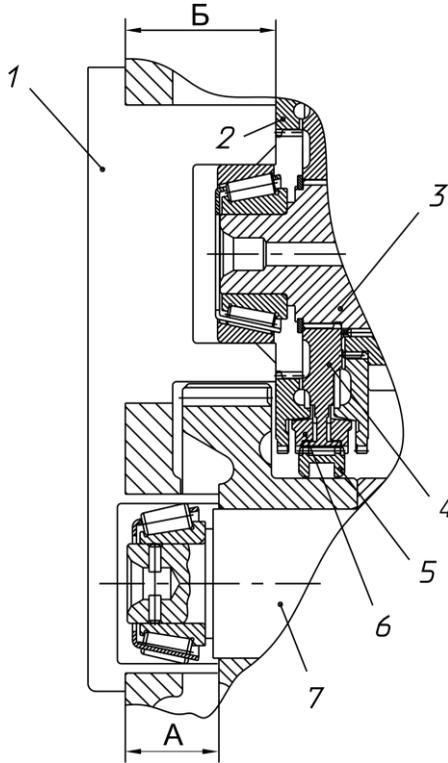

Рисунок 15 – Установка промежуточного и вторичного валов в сборе:
2. Завести в картер КП промежуточный и вторичный валы в сборе и зафиксировать их взаимное положение друг относительно друга с помощью технологического приспособления (рисунок 15) таким образом, чтобы обеспечивался монтажный размер А (от переднего торца картера КП до переднего торца ступицы шестерни привода промежуточного вала), равный $48 \pm 0,025$ мм, и монтажный размер В (от переднего торца картера КП до переднего торца зубчатого кольца 2), равный $76,6 \pm 0,025$ мм. При этом зубчатое кольцо 2 должно быть плотно прижато к кольцевому выступу на торце ступицы синхронизатора 4, а торец технологической оправки должен обеспечивать надёжный упор в зоне базовой шлифованной поверхности зубчатого кольца, блокирующее кольцо 6 и муфта синхронизатора 5 должны быть зафиксированы на ступице вторичного вала, а наружное кольцо переднего подшипника промежуточного вала должно быть снято.